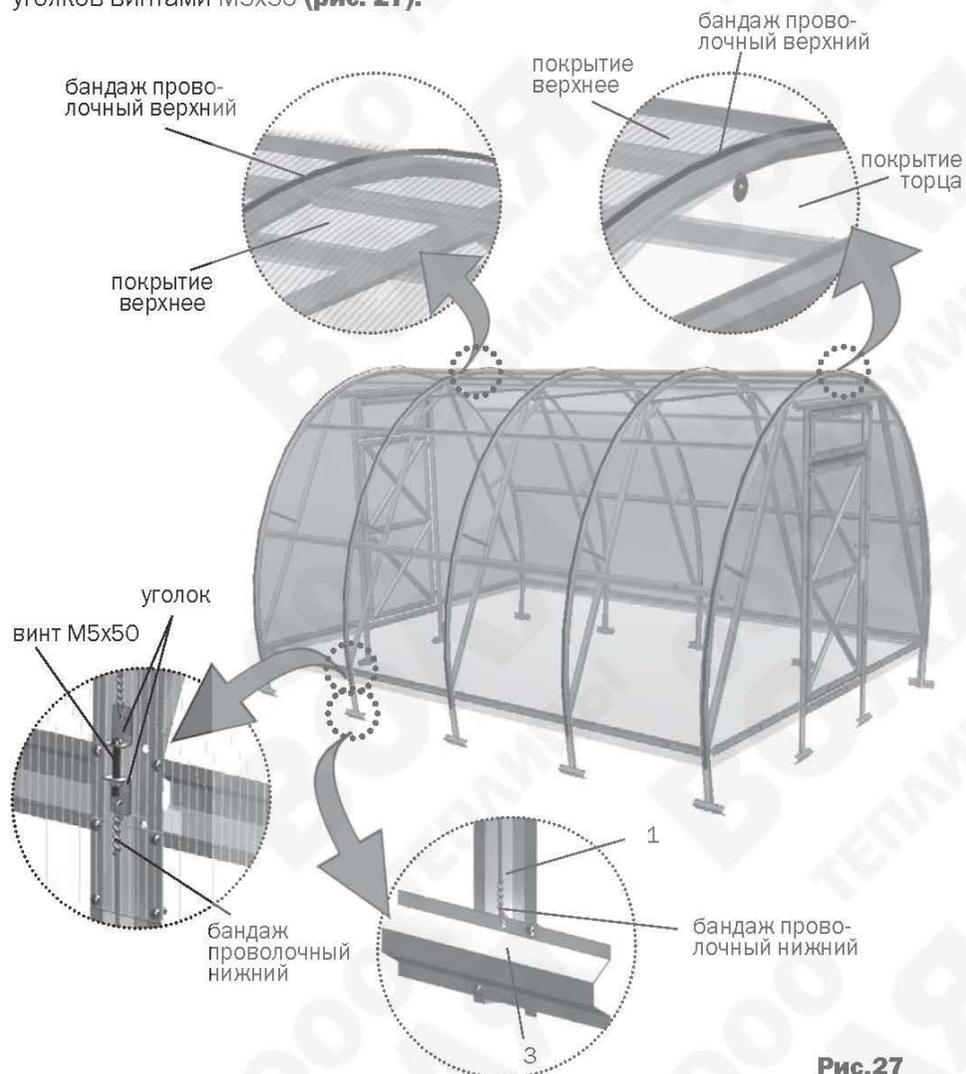

Рис.27
10. Листы поликарбоната заводятся на каркас теплицы и устанавливаются равными выступами за кромки дуг. Если боковые кромки поликарбоната существенно непараллельны кромкам дуг каркаса, то это означает каркас не выровнен перед затягиванием винтов и к этой операции следует вернуться. Последующие листы поликарбоната заводятся и устанавливаются с нахлестом на предыдущий лист. Проволочный верхний бандаж (6 м) устанавливается по дуге каркаса, начиная с середины каждого листа и стягивается с нижним бандажем с помощью уголков винтами М5х50 (рис. 27).